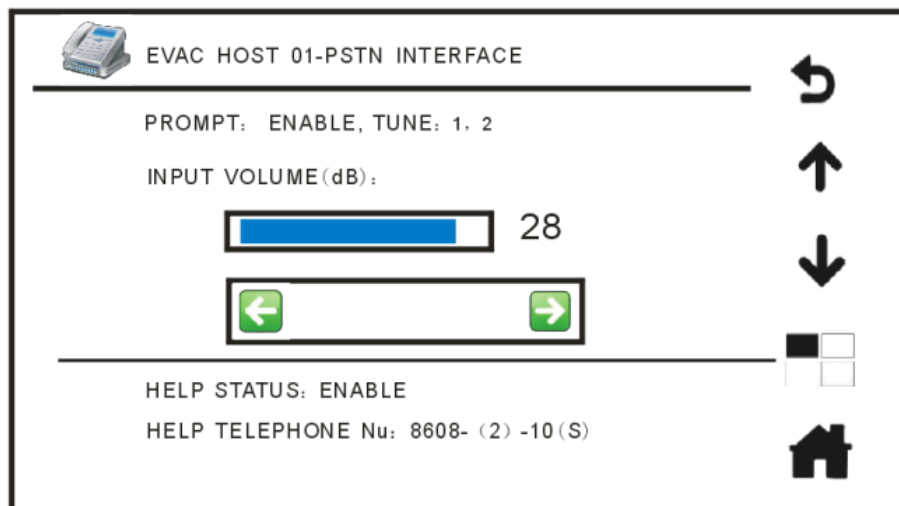

Рис. 4.29. Меню телефонного интерфейса
5. При нажатии кнопки **PSTN INTERFACE**  (телефонный интерфейс) в окне меню **SETTINGS** (системные настройки), вы оказываетесь в подменю телефонного интерфейса. В этом окне можно увидеть состояние настроек, отрегулировать громкость входного аудиосигнала от телефона, посмотреть настройки режимов дозвона по телефону экстренной помощи. Вид окна представлен на Рис. 4.29.